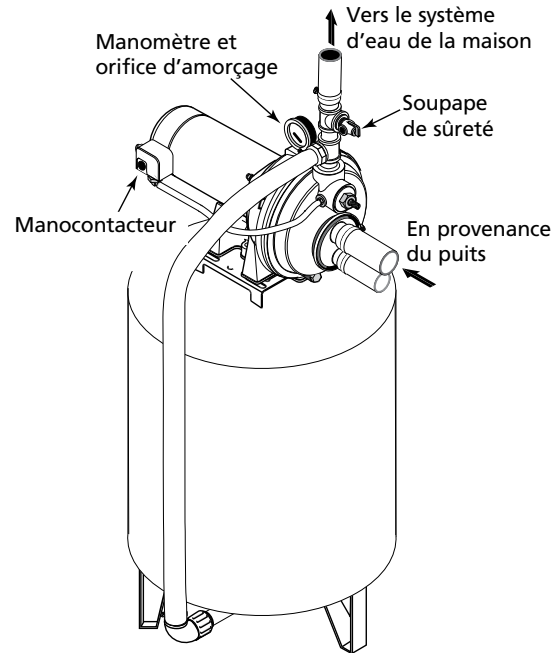

Figure 10 – Branchements sur un réservoir préchargé
### BRANCHEMENT SUR UN RÉSERVOIR PRÉCHARGÉ (Figure 10)
1. Poser un raccord court et un té dans l'orifice de refoulement de la pompe (voir la Figure 10). Le diamètre du tuyau doit être au moins aussi grand que le diamètre de l'orifice de refoulement.